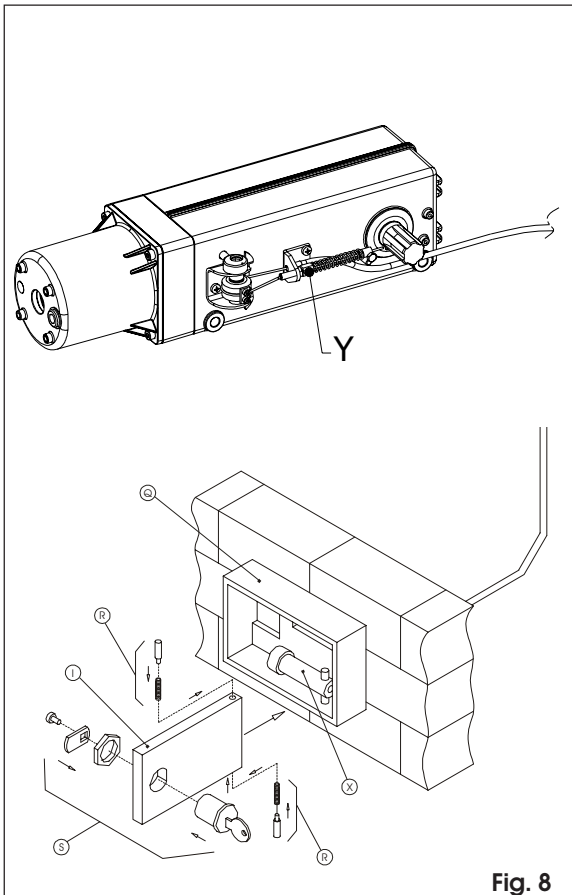

Fig. 8
- 13) **Regolare** la buona funzionalità dello sblocco tramite il registro **Y**, come in Fig. 8.
- 14) Montare la serratura **S** sullo sportello **I**, come in Fig. 8.
- 15) Inserire nello sportello **I** le molle e i perni **R** in sede, come in fig. 8. Tenere premuto con le dita i perni **R** all'interno del coperchio **I**. Far scivolare il coperchio all'interno del contenitore **Q** sino a scatto avvenuto dei perni in posizione.
- 13) **Adjust** the release device so that it is perfectly functional using adjuster screw **Y** as shown in Fig. 8.
- 14) Mount the lock **S** on the door **I**, as shown in Fig. 8.
- 15) Insert the springs and the pins **R** in the seat in the door **I**, as shown in fig. 8. Use the fingers to continue pressing the pins **R** inside the cover **I**. Make the cover slide inside the container **Q** until the pins snap into position.
- 13) Régler le déclenchement du déverrouillage au moyen des vis d'ajustement Y, comme indiqué en Fig.8.
- 14) Monter la serrure S sur le volet I, comme indiqué en Fig.8.
- 15) Introduire dans le volet I les ressorts et les pivots R dans leur siège, comme indiqué à la fig. 8. Tenir les pivots R pressés à l'aide des doigts à l'intérieur du couvercle I. Faire glisser le couvercle à l'intérieur du coffre Q jusqu'à ce que se produise le déclic des pivots en position.
- 13) Regular el funcionamiento del dispositivo mediante los registros Y, como ilustra la Fig. 8.
- 14) Montar la cerradura S en la portezuela I, como ilustra la Fig. 8.
- 13) Mit den Register Y schließlich gem. Abb. 8 den Betrieb der Notentriegelung.
- 14) Das Schloß S auf die Klappe I montieren (Abb. 8).
- 15) In die Klappe I die Federn und Bolzen R einsetzen wie in Abb. 8 dargestellt. Die Bolzen im Deckel mit den Fingern gedrückt halten. Den Deckel im Kasten Q verschieben, bis die Bolzen in ihrer Position eingerastet sind.